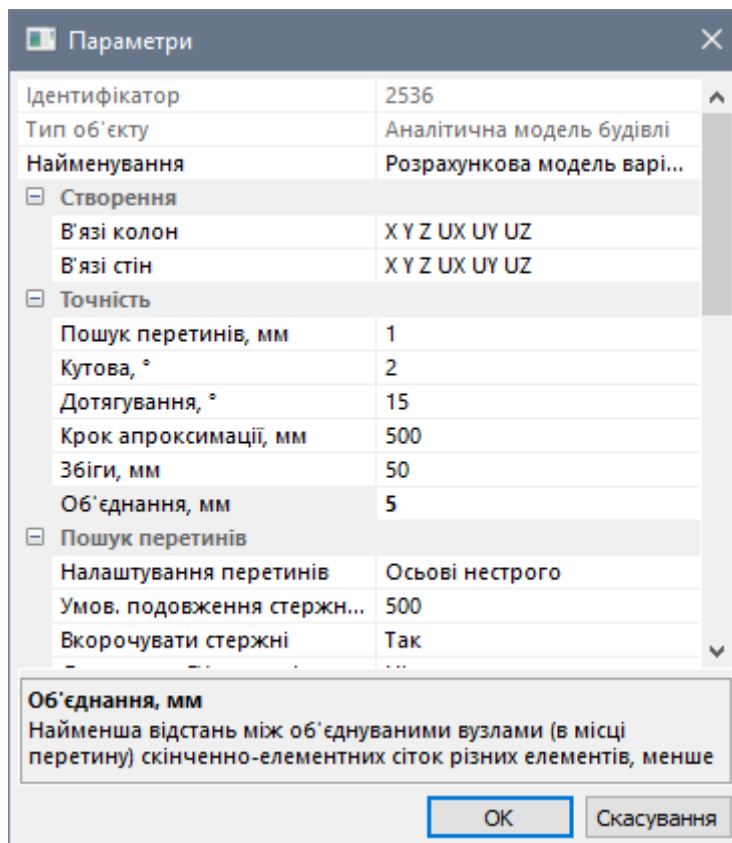

Рис. 14.31. Діалогове вікно **Властивості розрахункової моделі**
- Викличте діалогове вікно **Параметри** (рис. 14.31) натисканням по кнопці  – **Властивості розрахункової моделі**.